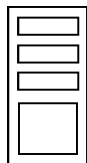

图 5-11 绘制
(2) 单击“默认”选项卡“绘图”面板中的“矩形”按钮 ，在合适的位置绘制一系列的抽屉矩形，结果如图 5-11 所示。